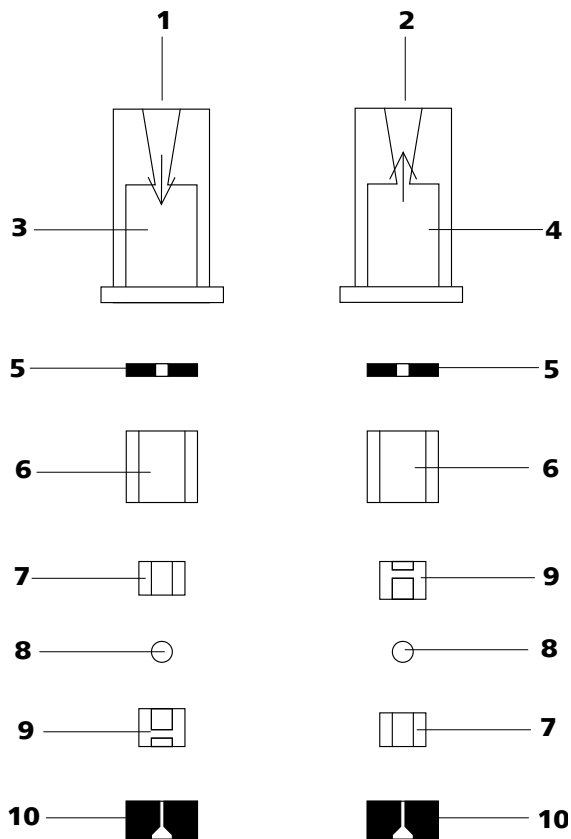

Abbildung 43 Bestandteile von Einlassventil und Auslassventil
- Einlassventil und Auslassventil bestehen aus den gleichen Bestandteilen, die nur unterschiedlich angeordnet sind (siehe Abbildung 43, Seite 80).
Ventilbestandteile *gemäss* Abbildung 43, Seite 80 wieder zusammensetzen.
- Die übrigen Ventilbestandteile in der richtigen Reihenfolge (*siehe Abbildung 43, Seite 80*) aufeinander legen.
Ist dies nicht der Fall, muss das Ventil nochmals zerlegt und richtig zusammengesetzt werden (*siehe Abbildung 43, Seite 80*).